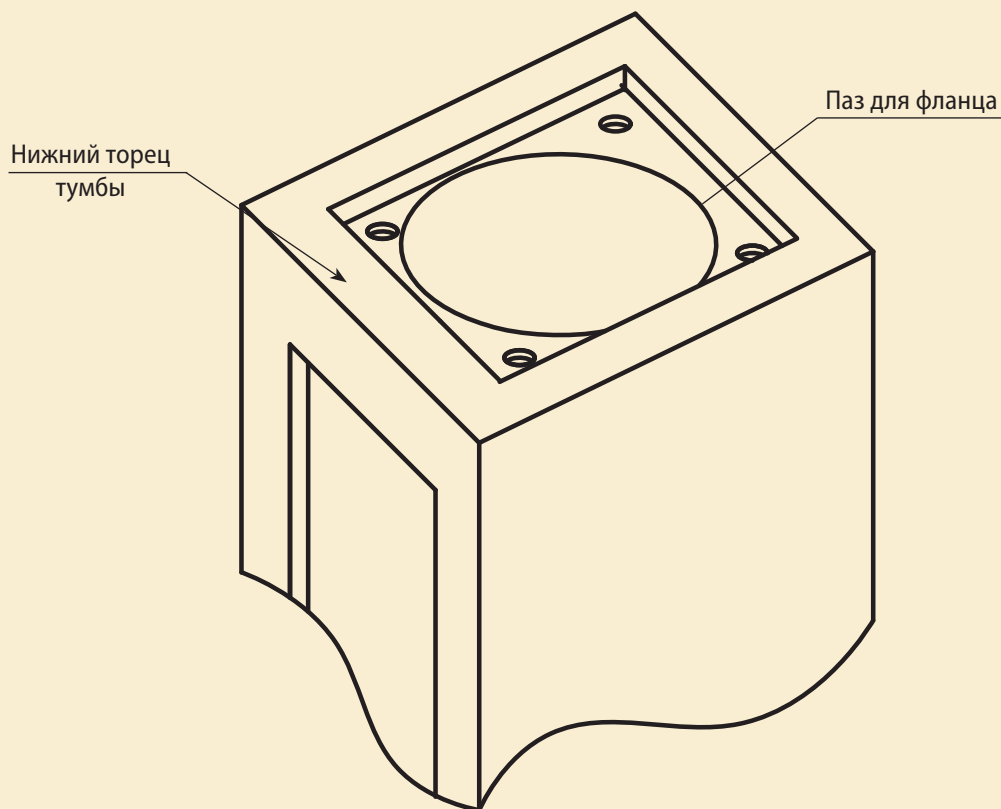

Рис. 1.6
**ВНИМАНИЕ:** При недостаточном диаметре трубы расположенной в тумбе, для крепления её заподлицо к основанию, необходимо, выполнить на нижнем торце тумбы паз, по глубине и размерам соответствующий фланцу (рис. 1.6).